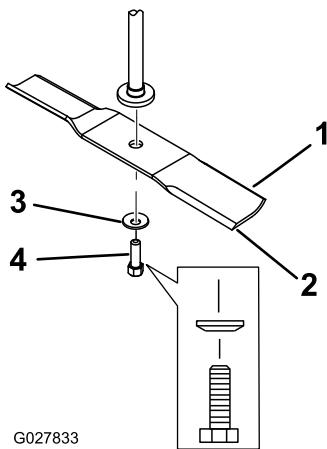

Figura 60
2. Togliete il bullone, la rondella curva e la lama dall'asse del fusello (Figura 60).
1. Montate la lama sull'asse del mandrino (Figura 60).
2. Montate la rondella curva (lato concavo verso la lama) e il bullone della lama (Figura 60).